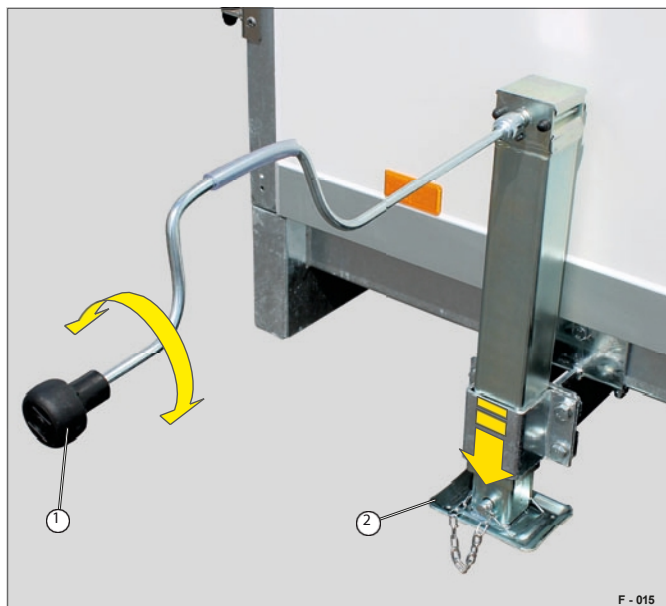

Fig. 14 Acionamento do suporte da manivela telescópica
► Rodar a manivela (Fig. 14/1) para que o pé nivelador (Fig. 14/2) se estenda.